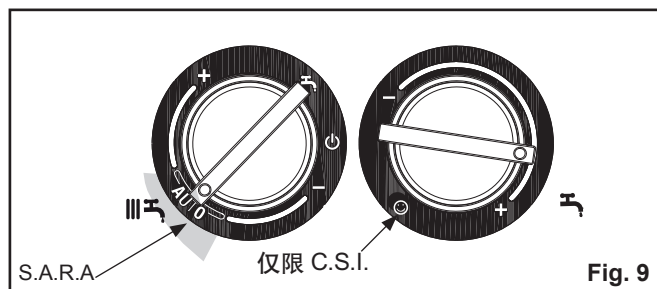

Fig. 9
自动温度调节 - S.A.R.A. 功能 (Fig.9)
- 防冻：当锅炉中的水温降至 5°C 时，循环泵运转，锅炉以最小功率运行，直至水温达到安全值 (35°C)。防冻工作期间，符号 “❄️” 出现在数字显示屏上 (Fig.9)。